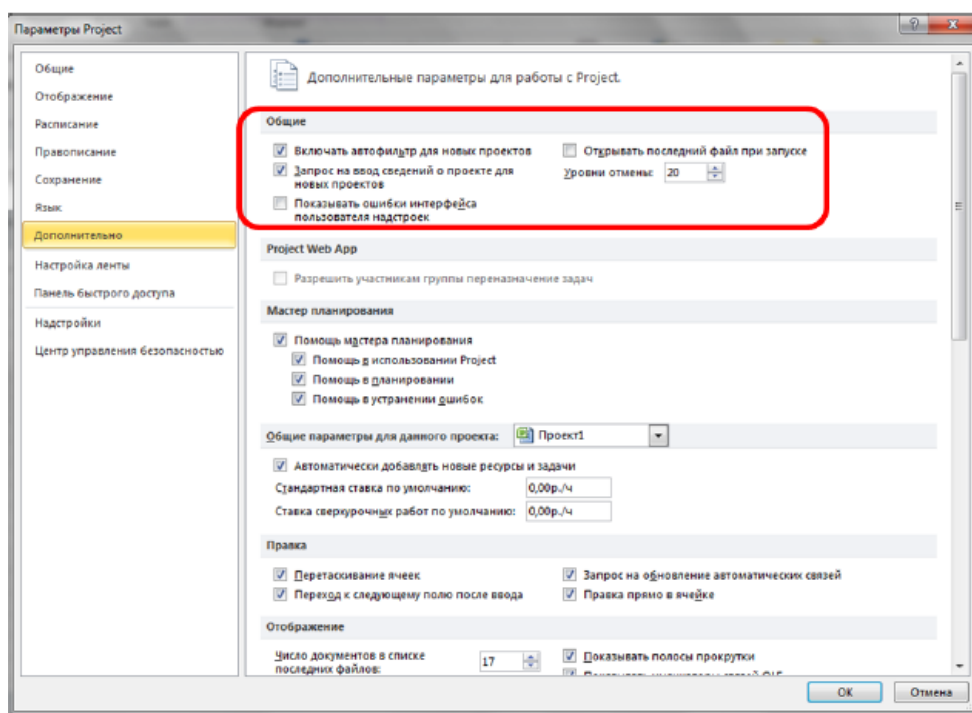

Рис. 2.10. Вкладка Додатково розділ Загальні
3. Вкладка **Додатково**. У розділі **Загальні** (рис. 2.10) зверніть увагу на число в полі **Рівні скасування** (скільки останніх дій можна скасувати), а також на прапорці **Запит на введення відомостей про проект для нових проектів** і **Відкривати останній файл при запуску**.